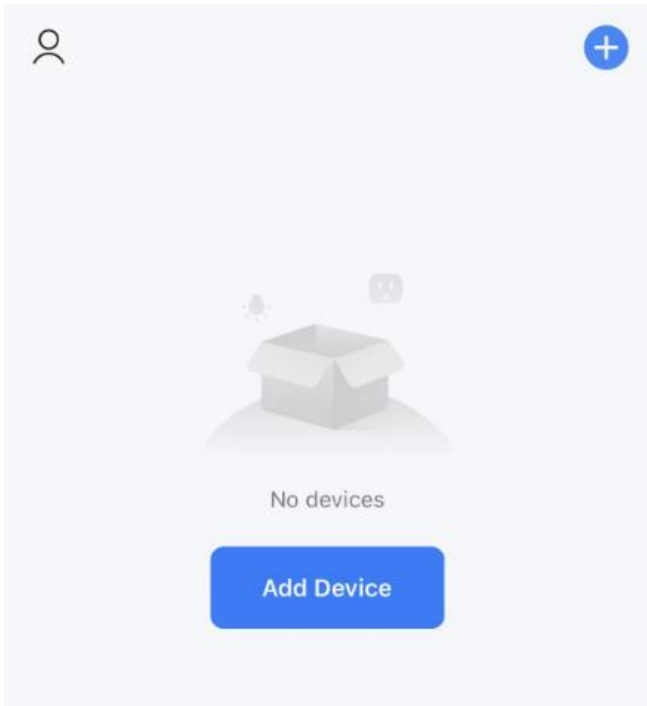

Abb. 1
2. Registrieren Sie sich oder melden Sie sich in Ihrem App-Konto an. Tippen Sie oben rechts auf „+“ oder auf die Schaltfläche „Add Device“, um Ihr Gerät hinzuzufügen. (Abb.1)